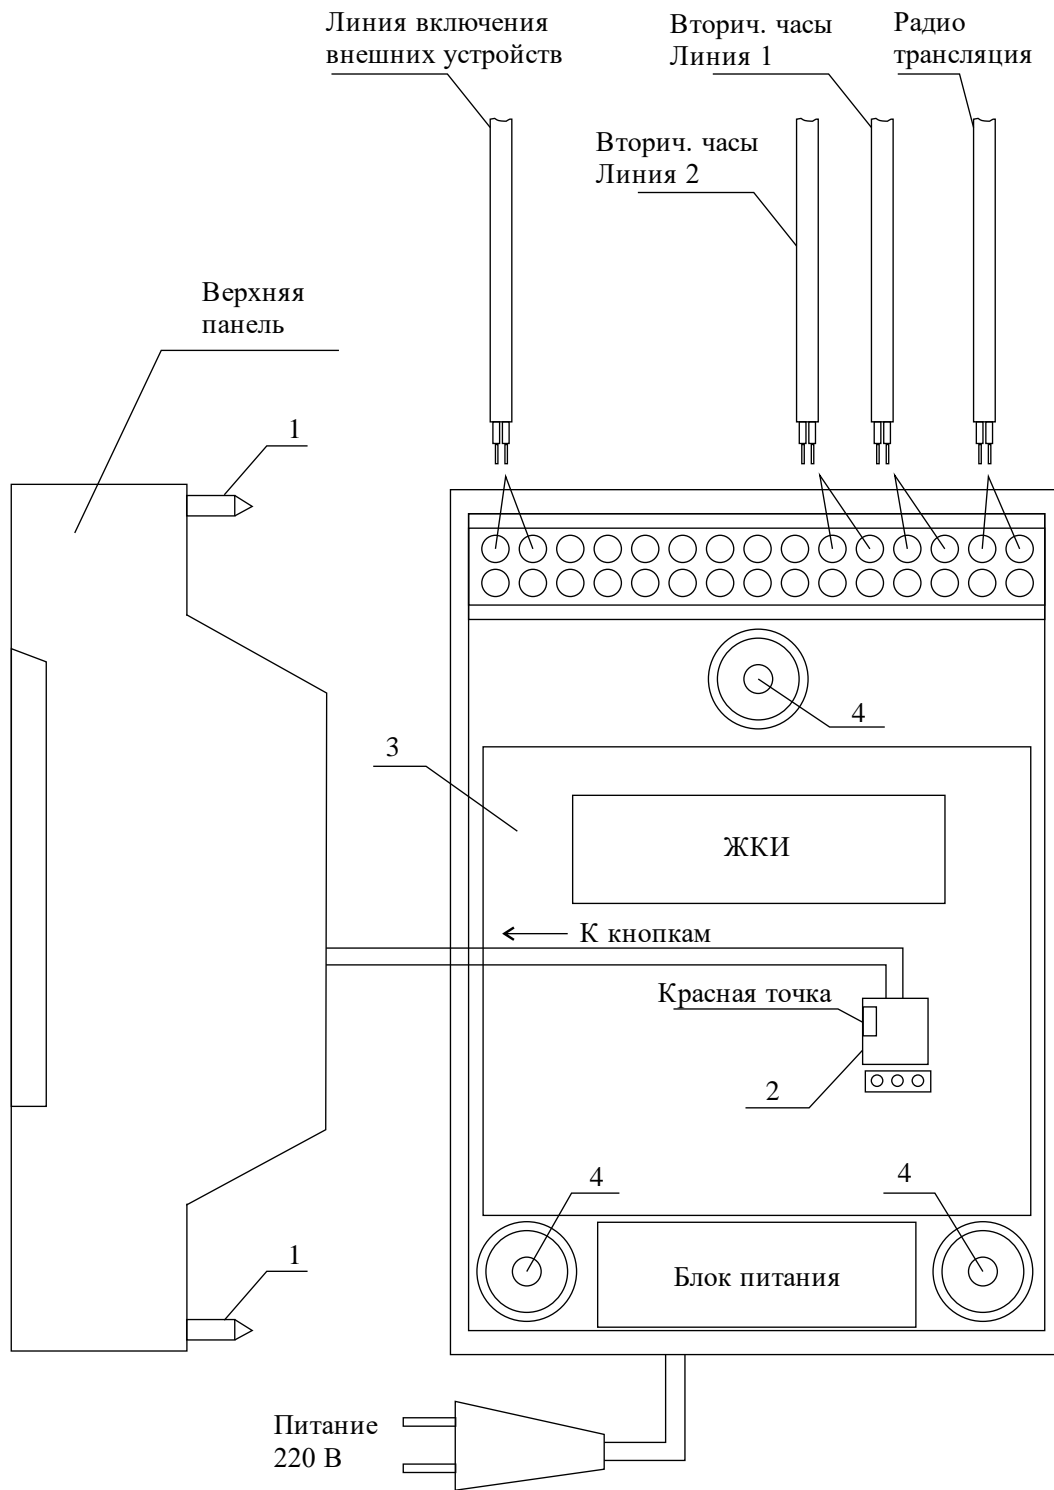
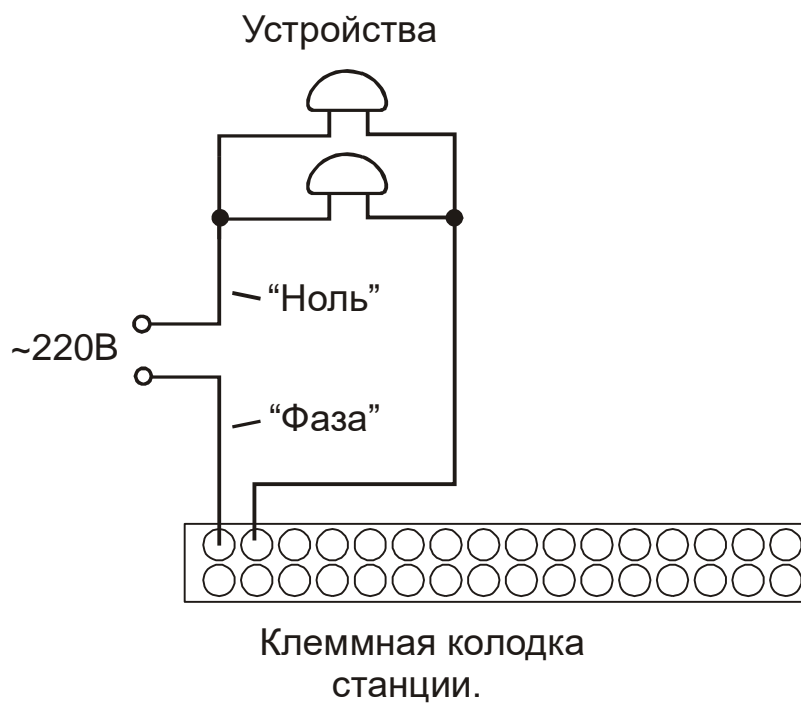

Рис. 1
Рис. 2.
Все коммутируемые часовой станцией внешние устройства (например, звонки громкого боя) должны быть соединены по схеме рис. 2. Для включения данных устройств используется внешнее электропитание 220 В.
4.1. Выверните четыре винта 1, расположенных на верхней панели ЧС (см. Рис.1). Осторожно снимите верхнюю панель и отсоедините разъем 2, соединяющий кнопки с печатной платой 3.
- 4.4. Подсоедините все кабели в соответствии с рис.1 и со схемой рис.2.